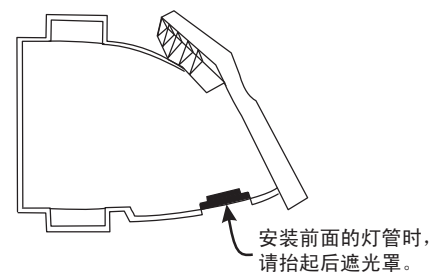

图 6-3 前部灯泡管道上的光罩
- 重新安装前部灯泡管道。安装前部灯泡管道时，请将后部灯泡管道盖上的小光罩提起，以免其在前后灯泡管道会合时卡在两部件之间。(图 6-3) 为确保两部件能够牢固贴合，请挤压顶部和底部盖上的卡舌，确保其锁入到位。光罩应可以用手自由移动。